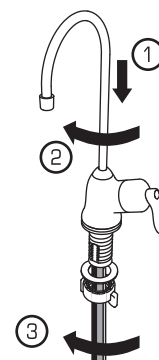

Рис. 24
2. Вставьте носик крана в корпус крана ① и закрутите зажимную гайку носика ②. Открутите гайку-барашек и снимите металлическую шайбу. Резиновая прокладка должна остаться на корпусе крана ③ (рис. 24).